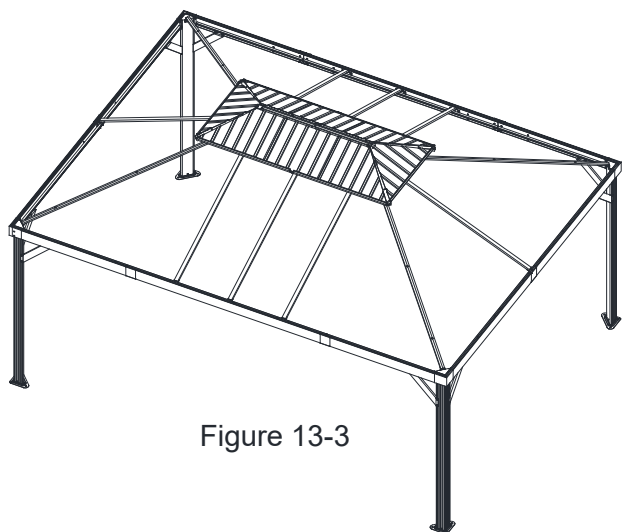

Figure 13-3
13.3. Répétez l'opération pour les côtés opposés. Serrez tous les boulons. Voir la figure 13.3.